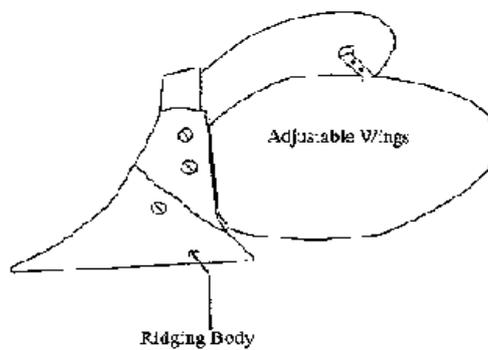
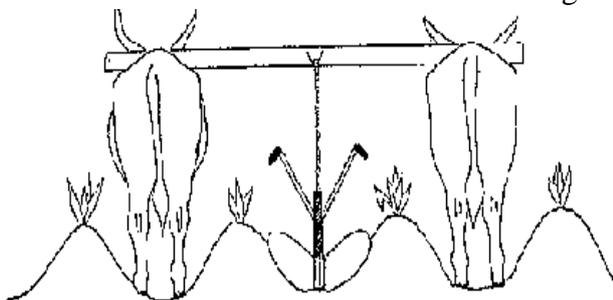
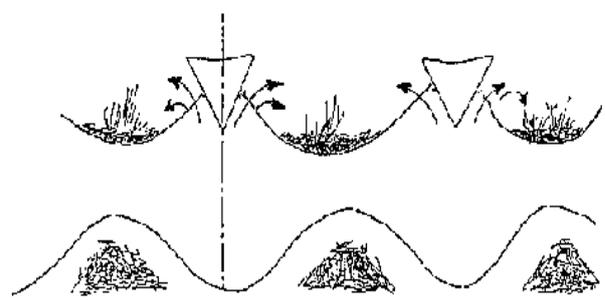

fig 5: Butteur
fig 6: Utilisation du buttoir
fig 7 :Utilisation du buttoir: l'enfouissement de la matière organique.
- **Les butteurs ou buttoir** (fig. 5): Il s'agit de l'outil le plus important. Il est utilisé pour préparer les sillons. Idéal pour la couverture des tubercules et racines (fig. 6), permet d'éviter la stagnation de l'eau. Il facilite également l'enfouissement de la matière organique (fig. 7), semis, récolte et réduit la propagation des maladies, les mauvaises herbes. Lors du recadrage sur les crêtes, vous n'avez pas à labourer après la récolte. Vous utilisez votre buttoir pour diviser les anciennes crêtes et les mouler de nouveaux.